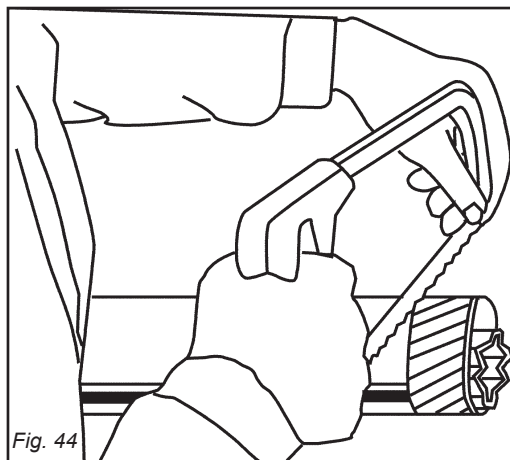
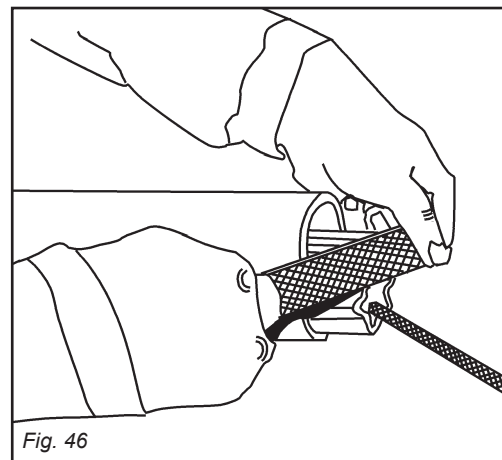
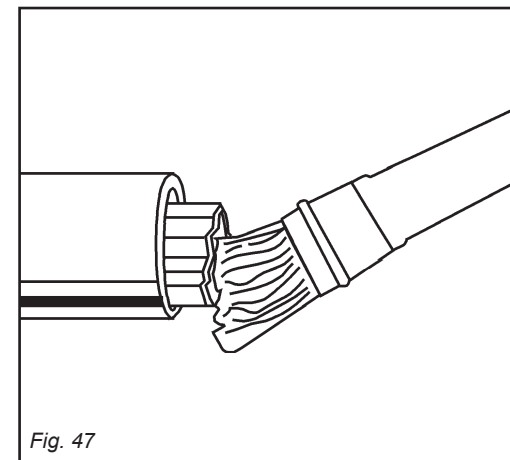

Fig. 44
Fig. 46
Fig. 47
- Accorciare i tubi scorrevoli di una stessa lunghezza (Fig. 44 e 45), sbavare e pulire (Fig. 46) e ingrassare l'interno del tubo esterno (Fig. 47).